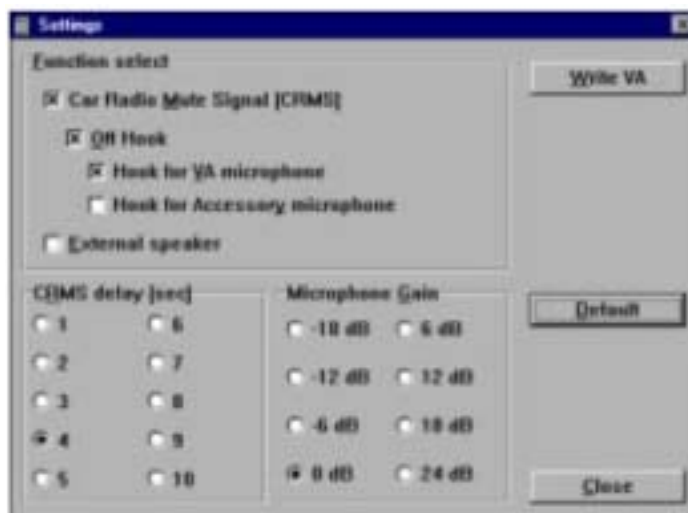

図 3 . 車載アダプタ設定画面
- メニューの”File”の中の”Read VA”を選びます。車載アダプタから、内部設定値の読み込みを開始し図 3 のような画面が表示されます。